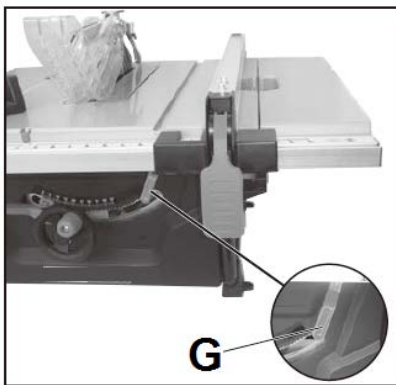

Рис. 33
6.9 Использование выдвижного расширения стола (Рис. 33)
- Разблокируйте выдвижное удлинение стола, подняв запорный рычаг (G, Рис. 33) против часовой стрелки.